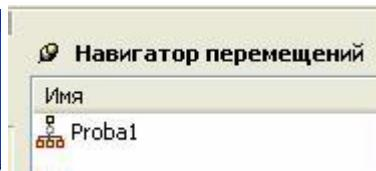

рис.18
- Впервые появляется новый навигатор – *Навигатор перемещений*. В навигаторе перемещений пока присутствует только одна строка (рис.18). В этой строке присутствует *имя статической сборки*, которую вы предварительно создали.